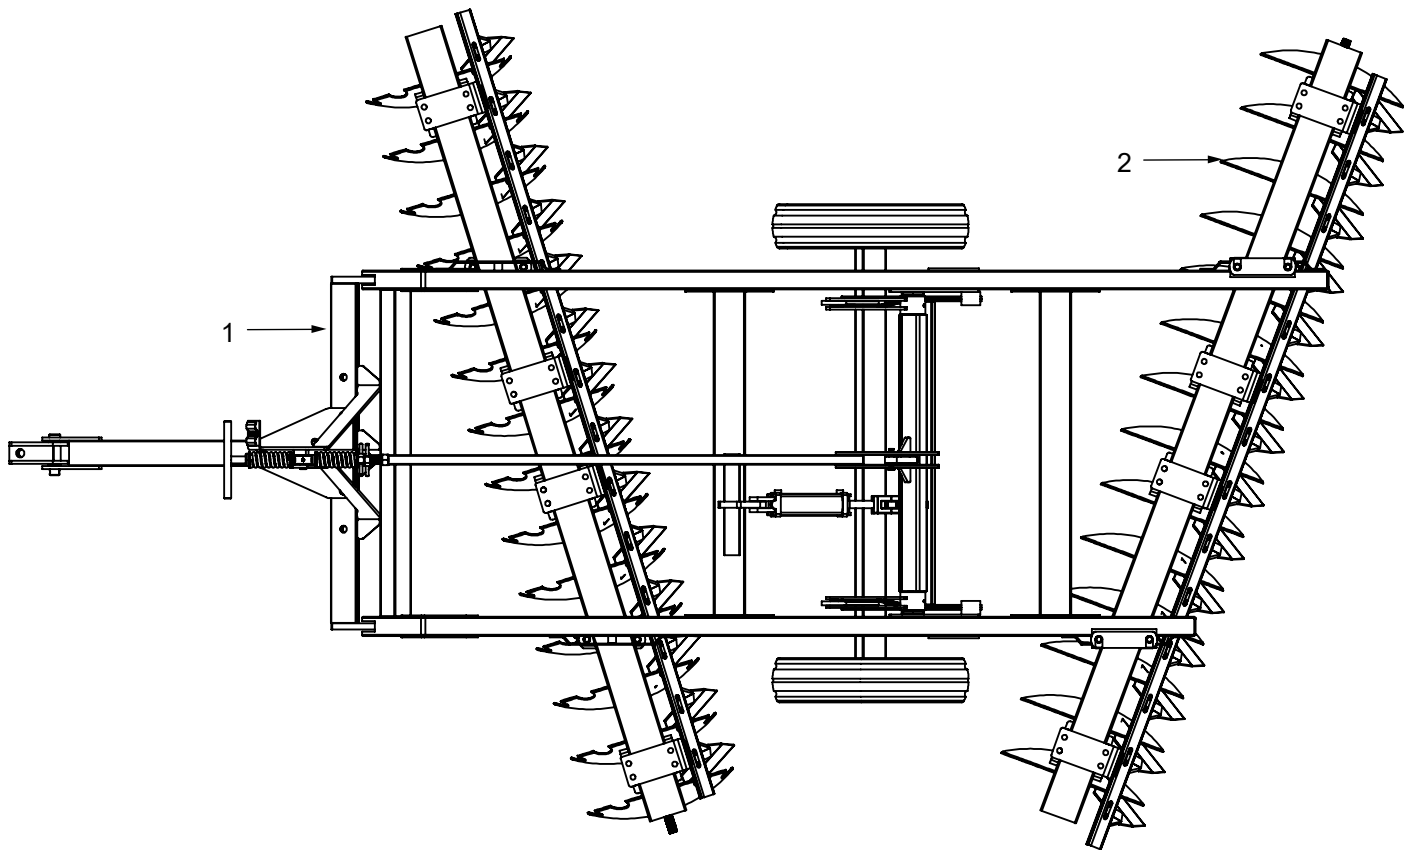

Imagen 5.3 - Sección de discos centrada con respecto al chasis
1. Ubique la sección de discos trasera final sobre el ensamble del chasis final con la **suspensión extendida**, centrándolo sobre el chasis, tal como se indica en la imagen 5.3.